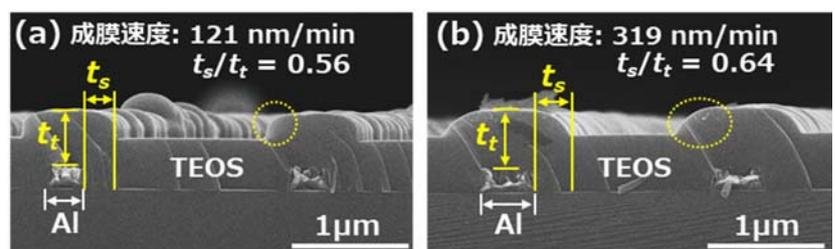

図 3 L/S パターン (配線ピッチ 2 $\mu$ m) の断面 SEM 像
**【結果と考察】** 図 3 に、条件(a)(b)の 2 $\mu$ m ピッチ L/S パターンの断面 SEM 像を示す。いずれの条件でも配線間に TEOS 膜が隙間なく埋め込まれており、現状の配線構造では、最小配線ピッチでも十分な埋め込み性があることが確認できたが、成膜速度が速い方が配線上の TEOS 被覆形状がなだらかになる傾向が認められた (図 3 中の点線で囲んだ部分を参照)。配線側壁 ( $t_s$ ) の TEOS 膜厚は、配線上 ( $t_t$ ) に比べて薄くなる傾向が認められたが、特に成膜速度が遅い条件(a)では、配線側壁の TEOS 膜厚が成膜速度の速い条件(b)に比べて相対的に薄くなる傾向が見られた。これらの結果から、TEOS 流量と圧力が低い場合は、反応生成物が配線側壁に到達しにくくなるためと考えられる。